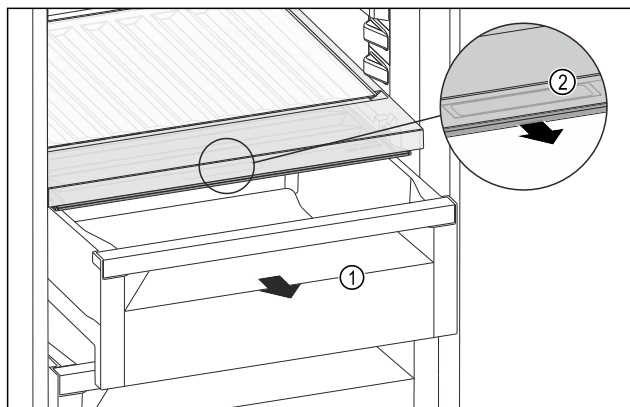

Fig. 156
- ▶ Izvucite ladicu Fig. 156 (1).
- ▶ Primite ručku Fig. 156 (2) na poklopcu pretinca i istodobno povucite poklopac pretinca prema naprijed.